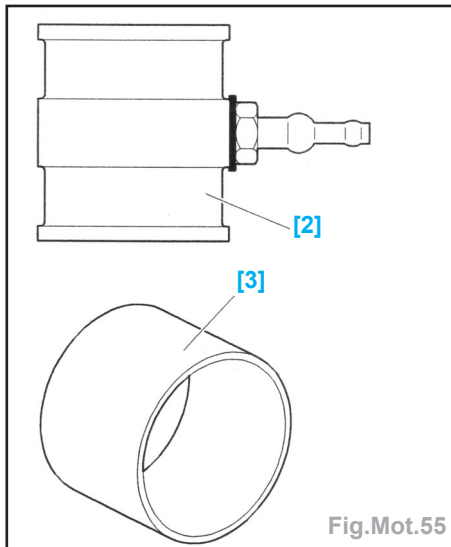

Fig.Mot.55
- Outils nécessaires (Fig.Mot.55) :